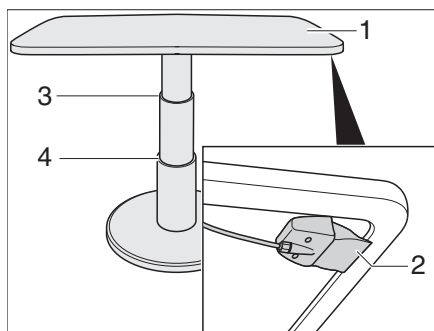

Fig. 56 Mesa elevadora del grupo de asientos circular
- Tirar la palanca de bloqueo (Fig. 56,2) hacia arriba y retenerla.
- Empujar el tablero de mesa (Fig. 56,1) hacia abajo hasta el tope deseado en el centro (Fig. 56,3 ó 4).